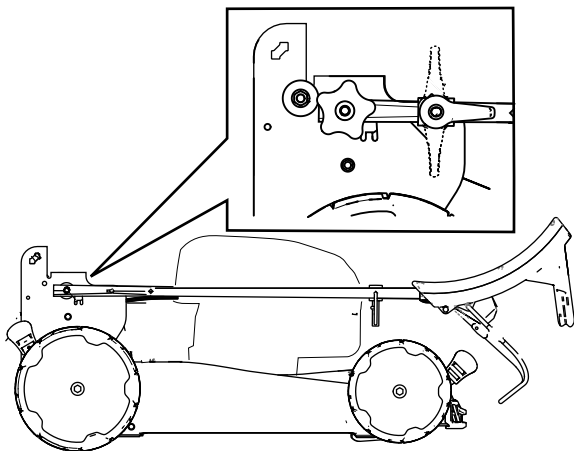

Figura 22
4. Dobre a pega para a frente ou para a posição totalmente para a frente como se mostra na Figura 22.